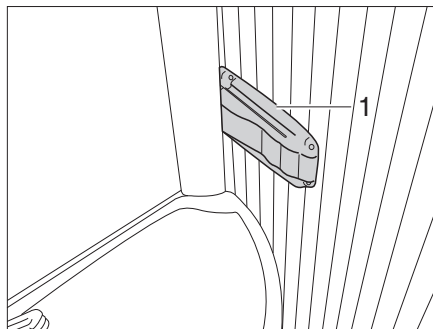

Fig. 348 Inodoro Vario, bloqueo de la pared de la ducha
- Apretar el bloqueo (Fig. 348,1), a la derecha, en el borde del lavabo y tirar levemente del lavabo. El lavabo se mueve con la pared dorsal hacia delante.